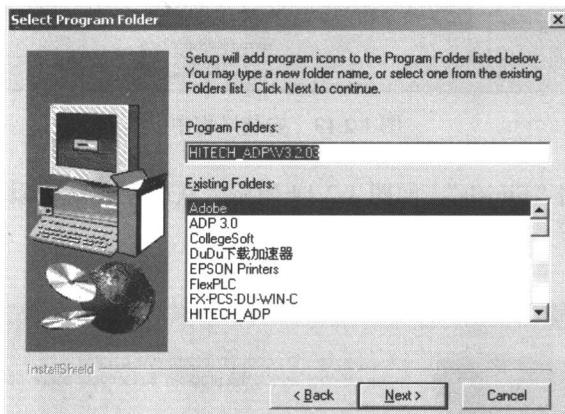

图 1.2.11 写上项目名称
⑪ 写上项目名称或默认的名称，然后点击“Next”，如图 1.2.11 所示。